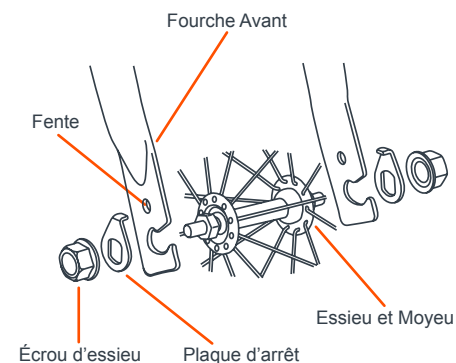

Fig. 3
3) Faites glisser la plaque d'arrêt sur la roue avant. Assurez-vous que la languette relevée pointe en direction de la fourche et insérez-la dans la fente de la fourche. Avant de serrer la roue, alignez la languette de la plaque d'arrêt avec la fente (Fig. 3).